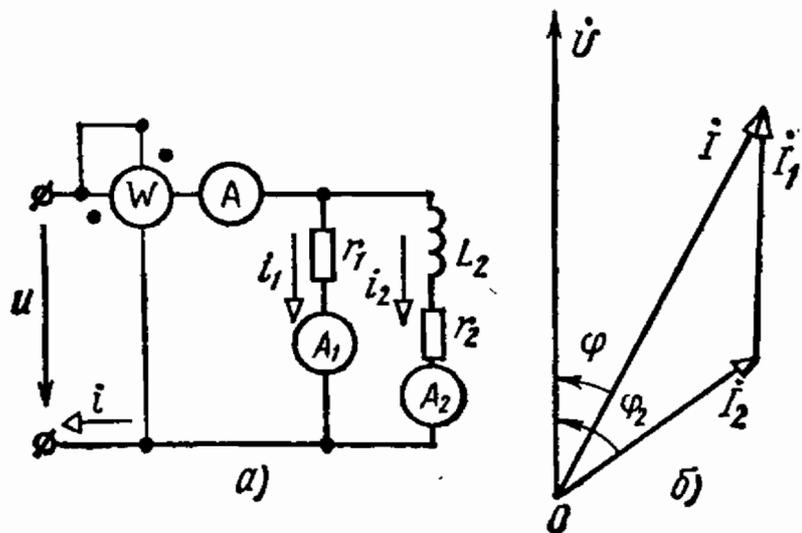

Рис. 4.12
4.12. В схеме рис. 4.12, а напряжение $U = 127$ В, сопротивления $r_1 = 10$ Ом, $r_2 = 6$ Ом и $x_2 = 8$ Ом.
Векторная диаграмма приведена на рис. 4.12, б.